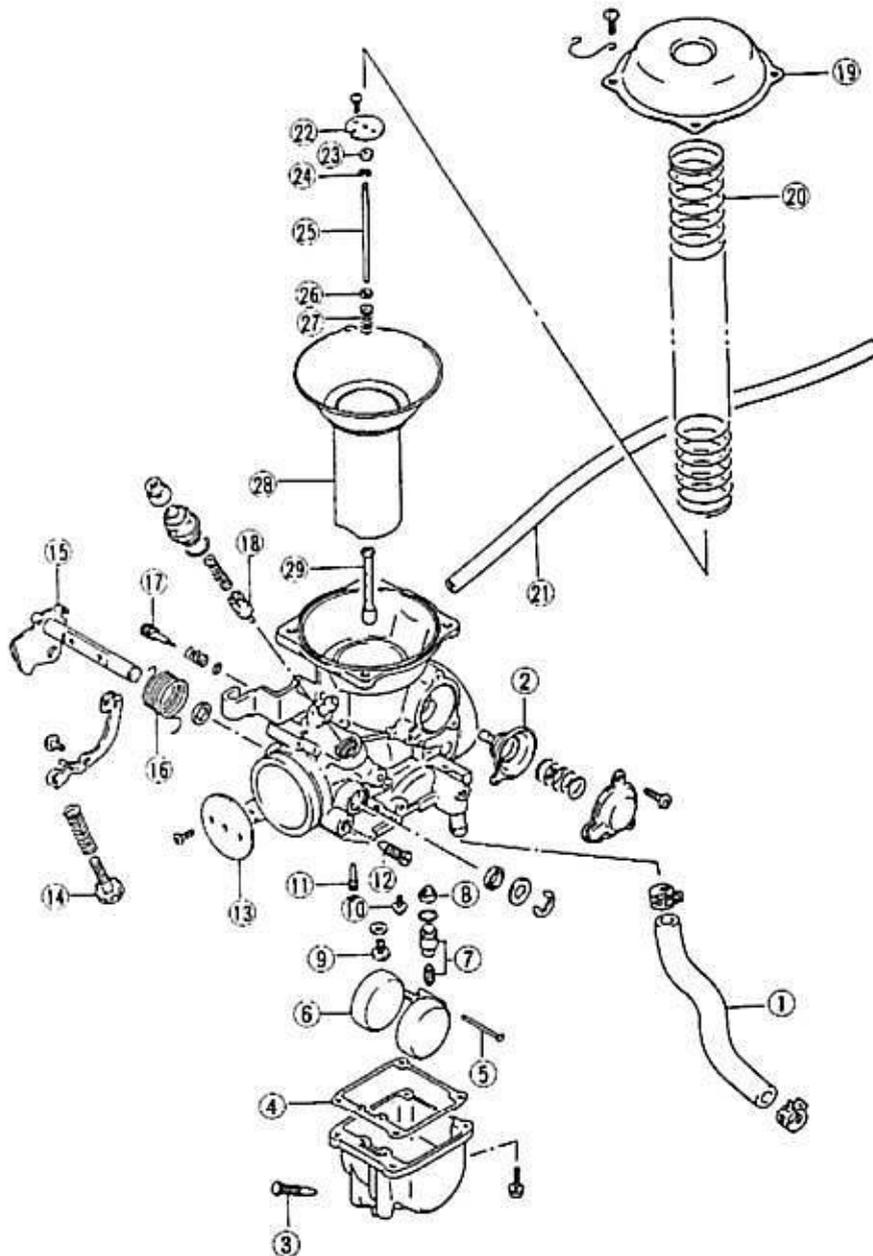
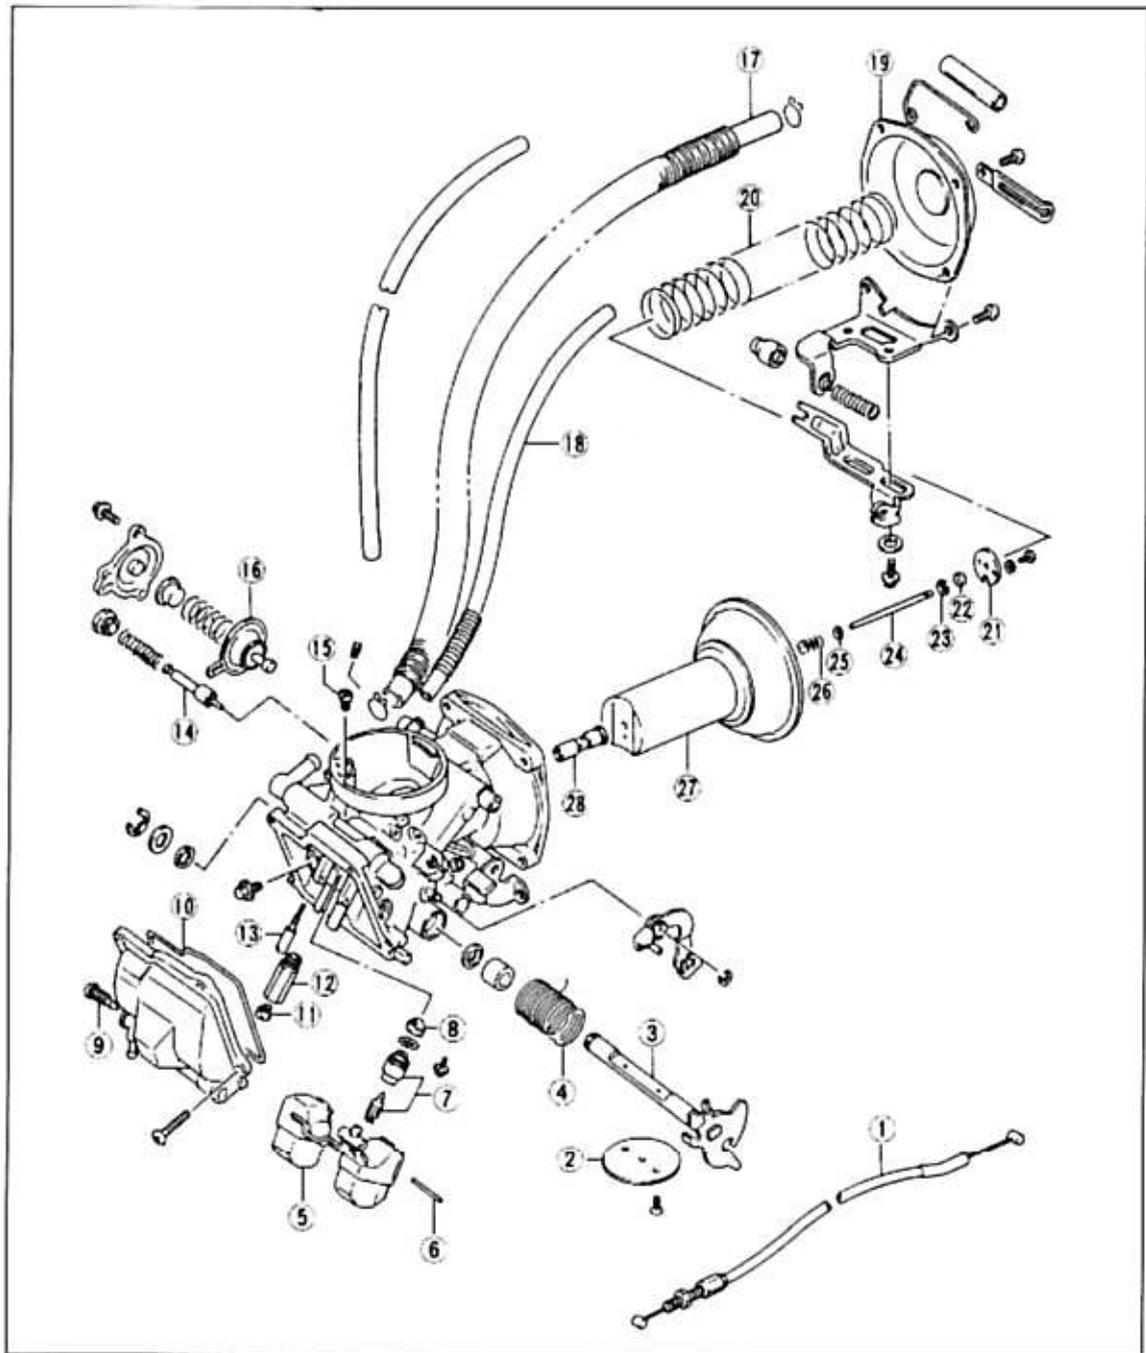

Bild 41
Bild 42
- Sprit aus Schwimmerkammern ablassen: Kraftstoff in geeignetes Auffanggefäß nach Aufdrehen der Ablassschraube ③ Bild 41 und ⑨ Bild 42 ablassen.
- Überwurfmutter des Chokekolbens 14 Bild 41 ausdrehen und Chokekolben abnehmen. Am vorderen Vergaser mit Schlagschrauber zwei Befestigungsschrauben der Choke-Seilzughalterung ausdrehen.
Bild 42 abnehmen (Sechskant SW 6 ausdrehen).